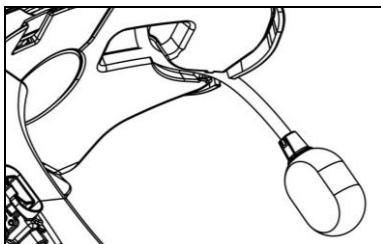

Fig. 9
- Posizionare il microfono nell'apposita sede sul lato destro del casco, inserendo il braccetto del microfono nella scanalatura presente sul telaietto di aggancio mentoniera (Fig. 9).